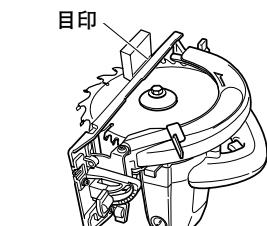

図 9
- (2) 保護カバーをソーカバーの中に引き込みます。
- (3) のこ刃のベース後方側に木片を当て、ベース側面位置に目印を付けます。(図9)